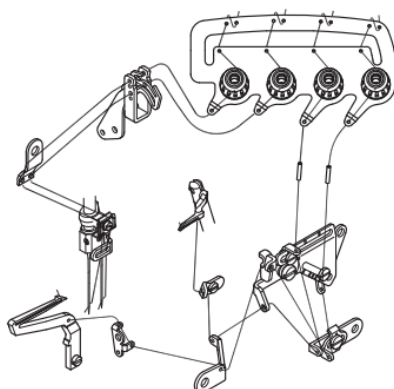

Рис.13
2. Только для четырех ниток 747 (рис. 13)